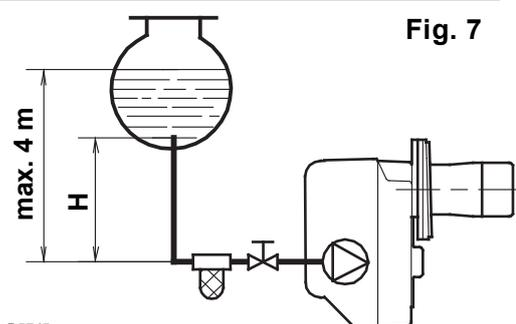
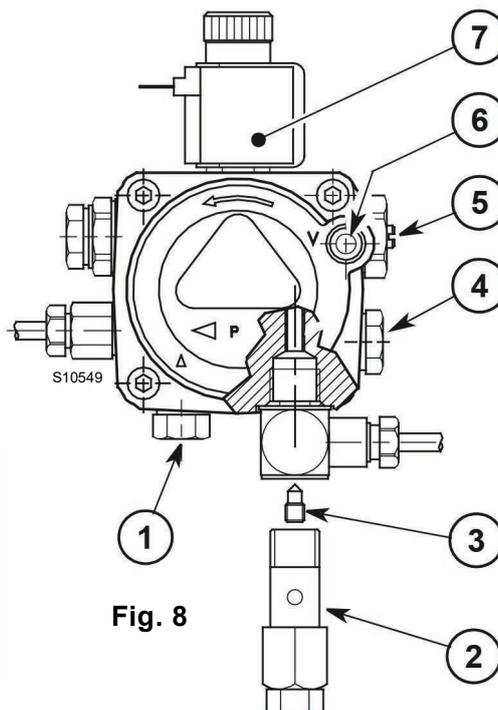

Fig. 7
Fig. 8
- La pompe est prévue pour un fonctionnement en bitube. Pour le fonctionnement en mono-tube, il faut dévisser le raccord (2), enlever la vis de by-pass (3) et ensuite revisser le raccord (2), (voir Fig. 8).
Dans l'installation en Fig. 7, il faut desserrer le raccord du vacuomètre (6, Fig. 8) jusqu'à la sortie du combustible.